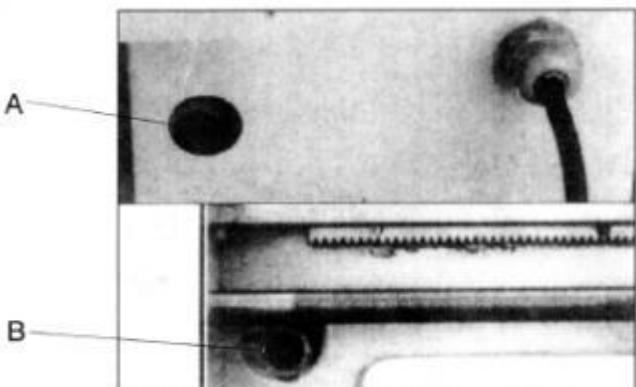

Рис. 10 Замена угольных щеток
Замените угольные щетки, предварительно сняв крышки щеток с кожуха двигателя, как показано на рис. 10-А (A), и внизу справа с регулятора скорости, как показано на рис. 10-В (B).